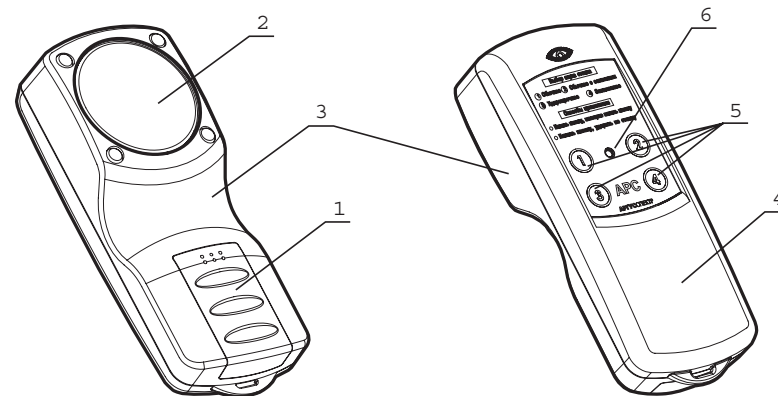

Рис. 1
Внешний вид имитатора представлен на рис. 1. Конструктивно имитатор представляет собой переносной блок со съемной крышкой (1), закрывающей доступ к элементу питания. Пьезоэлектрический динамик (2) и электронная плата закреплены на наружной крышке (3). На тыльной крышке (4) расположены четыре кнопки управления (5) и отверстие под микрофон (6). Конструкция позволяет производить замену элемента питания без разборки имитатора.